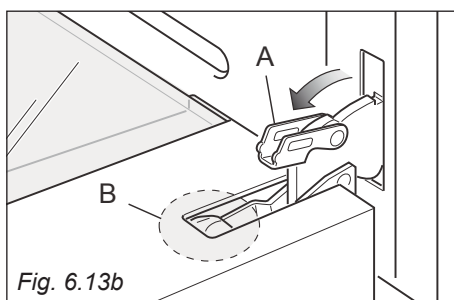
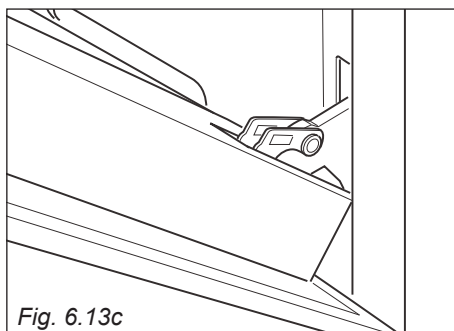

Fig. 6.13b
Fig. 6.13c
- Aprire completamente la leva "A" delle cerniere destra e sinistra (fig. 6.13b).
- Socchiudere dolcemente la porta (fig. 6.11c) fino a quando le leve "A" delle cerniere destra e sinistra si agganciano alla parte "B" della porta (fig. 6.13b).
- Socchiudere dolcemente la porta (fig. 6.13c) fino a quando le leve "A" delle cerniere destra e sinistra si agganciano alla parte "B" della porta (fig. 6.13b).
1. Assicurarsi che la porta sia bloccata aperta (vedere fig. 6.13c).